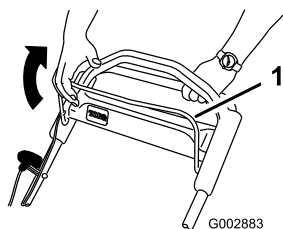

Figura 16
2. Tenete la barra di comando della lama contro la stegola (Figura 16).